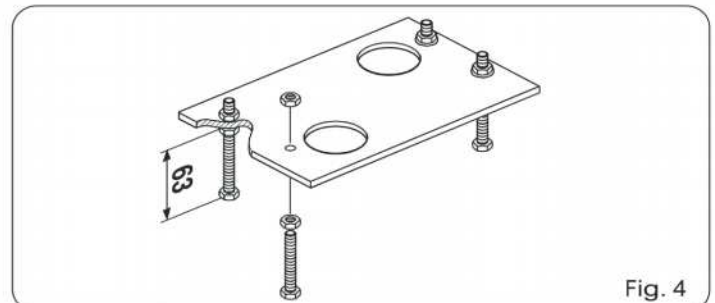

Fig. 4
- 1) Ensamblen la placa de cimentación tal y como se muestra en la Fig.4.